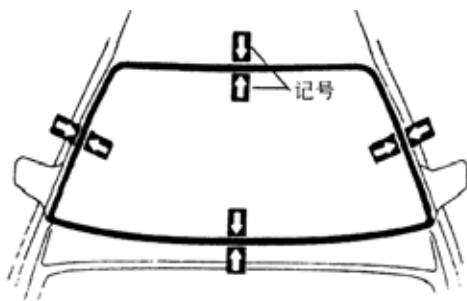

图 9-230
②用沾有清洁剂的抹布清洁车身接触面。注意：即使所有的黏合剂已清除，也要清洁车身。
①用橡胶吸盘放置玻璃在正确位置。
②检查玻璃四周的接触表面是否平顺。
③在玻璃和车身间设置参考记号，如图 9-230 所示。